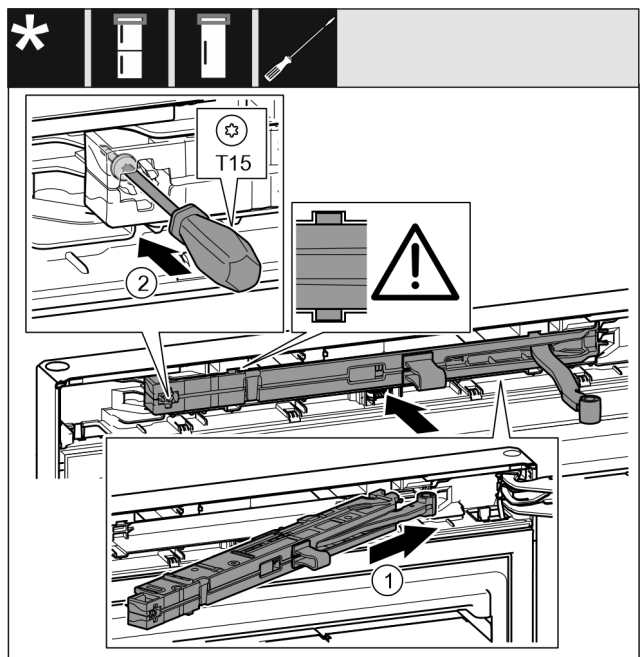

Fig. 47
- ▶ Вставьте узел амортизатора в выемку со стороны опорного кронштейна под наклоном до упора. Fig. 47 (1)
- ▶ Затяните винт отверткой T15. Fig. 47 (2)